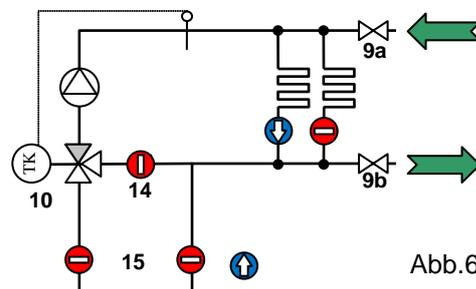

Abb.6
Zum Füllen und Spülen der Heizkreise den Füllschlauch am KFE-Hahn Vorlauf (Abb.6\_9a) und Entleerschlauch am KFE-Hahn Rücklauf (Abb.6\_9b) anschließen. Den zu spülenden Heizkreis öffnen. KFE-Hähne öffnen und Heizkreis in Flussrichtung durchspülen bis die Luft sowie etwaige Verunreinigungen vollkommen aus dem Kreis beseitigt sind. Der Rückflussverhinderer (14) im Mischer Bypass verhindert eine Kurzschlussstrecke beim Spülen.